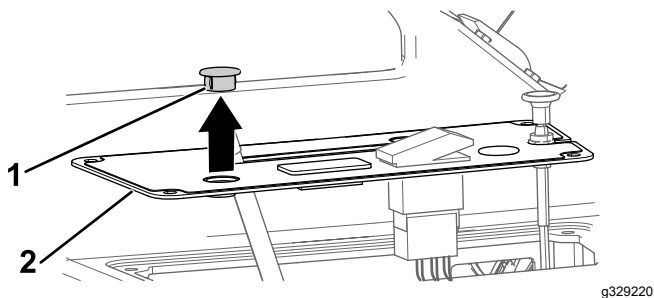

Figura 4
2. Retire el tapón redondo de la tapa del panel de control (Figura 4).